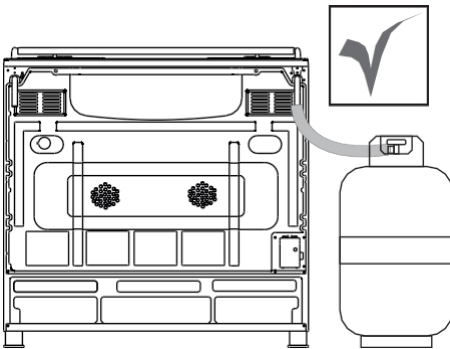

Figura 1
- Las entradas de gas de la cocina se encuentran en ambos extremos superiores. Asegúrese de utilizar la entrada más cercana al suministro de gas (Ver figura 1 y 2).